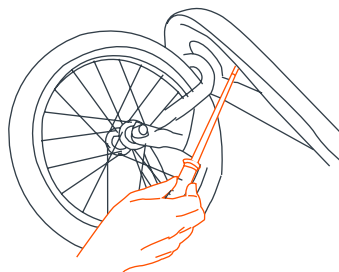

Fig. 7d
• Insérer les 5 vis à travers le dessous du cadre avant et dans les tubes en plastique du pare-chocs. Tourner les vis seulement jusqu'à bien serré (Fig. 7d).